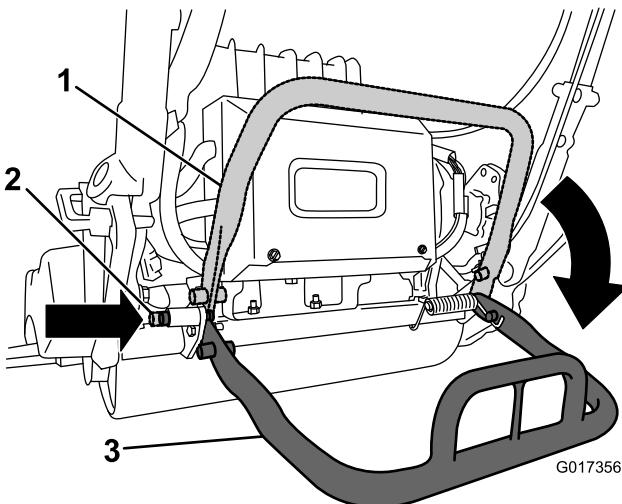

Bild 8
- Senken Sie den Ständer ab und drücken Sie den Arretierbolzen ein, um den Ständer in der Wartungsstellung zu arretieren (Bild 8).